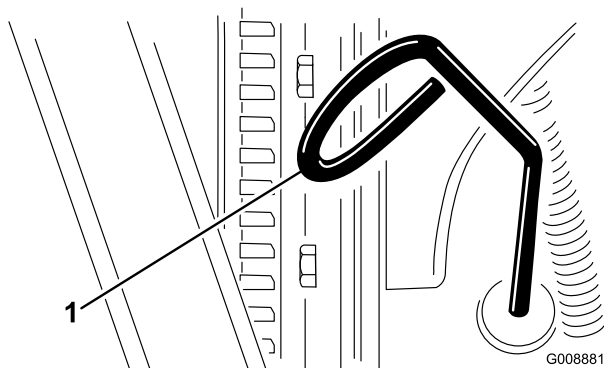

図 32
2. ディップスティック（図 32）を抜き、ウェスで一度きれいに拭く。